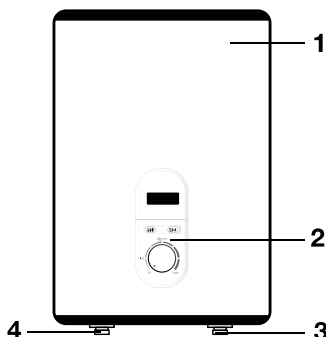

Рис. 1.
- Предохранительный клапан следует устанавливать в месте входа холодной воды (см. рис. 1).